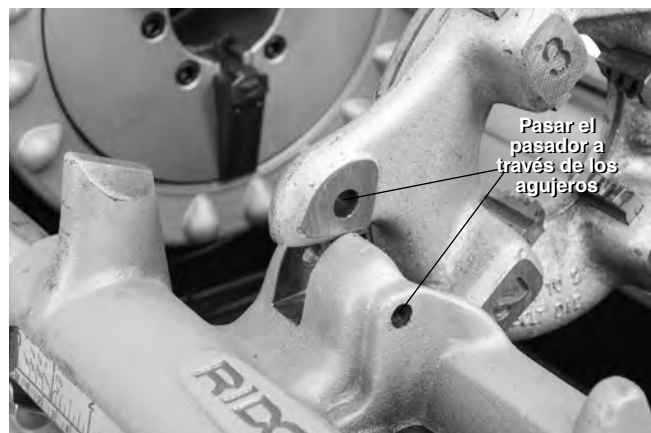

Figura 26 – Fijación del cabezal de terrajas a la izquierda
3. Coloque un pasador de 5/16" de 2" de longitud a través de los agujeros en el carro y el cabezal de roscado a la izquierda, para mantener la posición (vea la Figura 26).